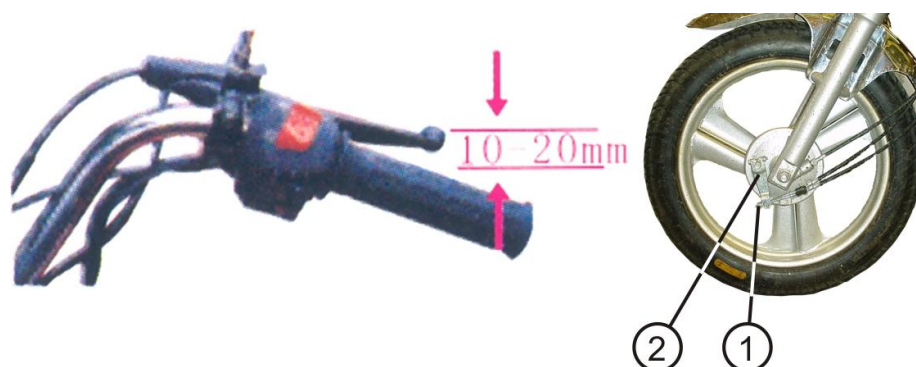

Рис. 27
1. Замерьте расстояние, на которое рычаг переднего тормоза перемещается до срабатывания тормоза. Свободный ход рычага переднего тормоза должен составлять 10 – 20 мм (Рис.27).
2. Регулировку (в случае необходимости) производите регулировочной гайкой 1 (Рис. 27) переднего тормоза. При ее повороте по часовой стрелке свободный ход уменьшается, а против часовой стрелки – увеличивается.